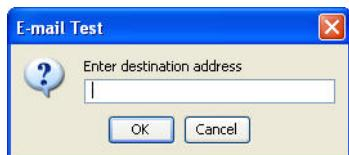

Рис. 139
- Появится окно «E-mail Test» [Тест электронной почты] (Рис. 139). Укажите адрес электронной почты, куда отправить тестовое сообщение, и нажмите кнопку «OK» [OK], чтобы его отправить.